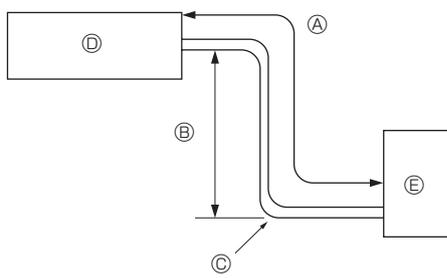

Fig. 2-1
2.1. Rura czynnika chłodniczego (Fig. 2-1)